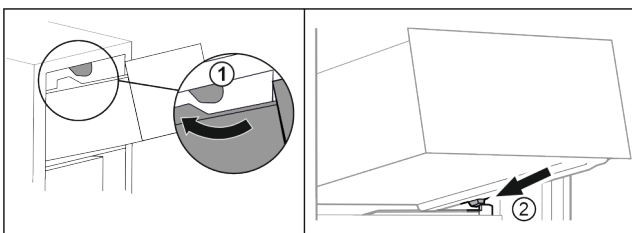

Fig. 74
- ▶ Lade om de bovenste stoppers leiden. Fig. 74 (1)
- ▶ Lade schuin achter de onderste stoppers op containerrib plaatsen. Fig. 74 (2)